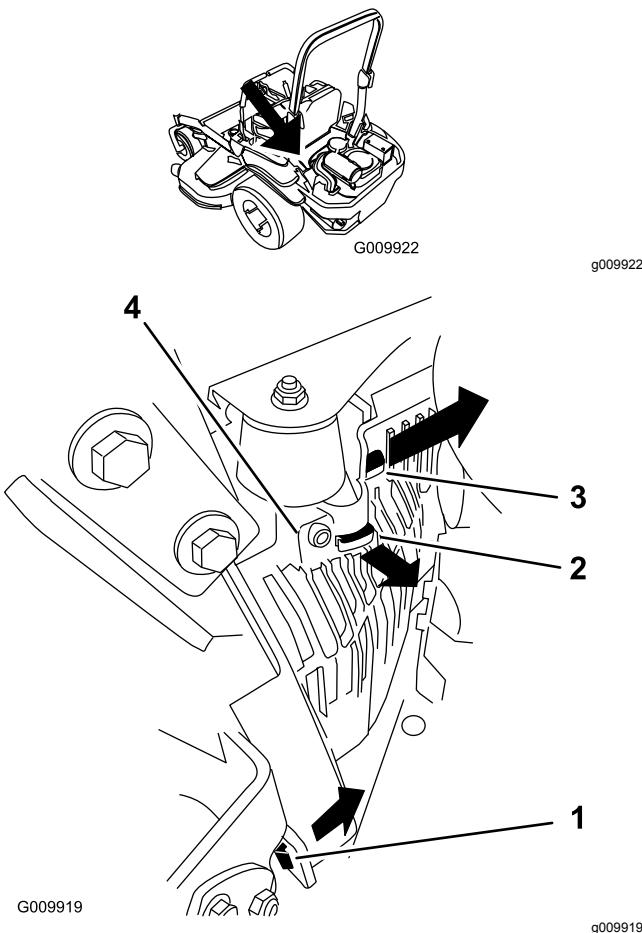

Figura 51
3. Retire la cubierta de la unidad hidráulica de la izquierda en el orden indicado en Figura 51.
5. Instale la cubierta de la unidad hidráulica izquierda (Figura 51).